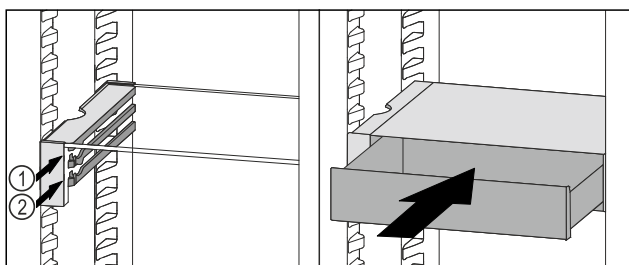

Fig. 140
- ▶ Asetage VarioSafe-sahtel peatajate taga soovitud ribile Fig. 140 (1) või Fig. 140 (2).